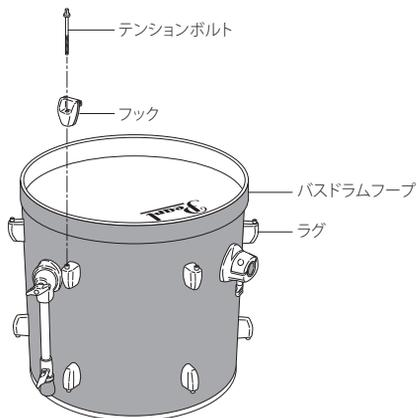

図2
2. テンションボルトをフックに通しラグにねじ込みます（図2）。指先で2~3回締めたあと、付属のチューニングキーを使って締めつけます（図2）。